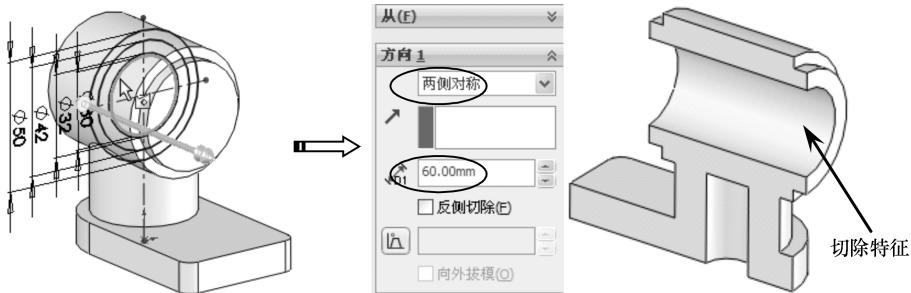

图1-81 创建第1个拉伸切除特征
- 09 单击【拉伸切除】按钮，选择草图中直径为【30】的圆作为轮廓，然后创建出两侧对称、拉伸深度为【60】的第1个拉伸切除特征，如图1-81所示。